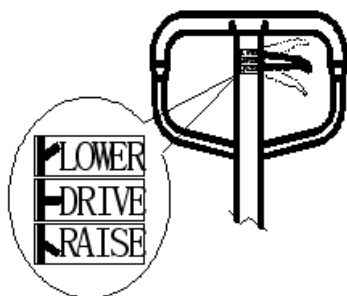

Рисунок 3. LOWER: опускание – положение опускания; DRIVE: движение – среднее положение;
Вы можете видеть маленькую ручку управления (119) над ручкой на ручной тележке для транспортировки грузов на поддонах. Ее можно переводить в три положения (см. рис. 3). После окончания работы ее необходимо перевести в положение Middle (Среднее). Эти три положения были настроены соответствующим образом перед отправкой с завода. Если при аварийной ситуации происходят изменения, вы можете перезагрузить их в соответствии со следующими шагами: